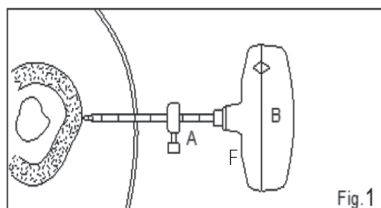

Fig. 1
FIG. 1 Dependiendo de la profundidad del hueso que debe alcanzarse, ajuste el medidor de profundidad en la cánula de corte (A) al marcador de centímetro adecuado y ajuste para ofrecer guía visual. Introduzca al girar en sentido antihorario la cánula de corte y el estilete y el mango ensamblados (A+B+F) hasta que se enganchen con la superficie del hueso.